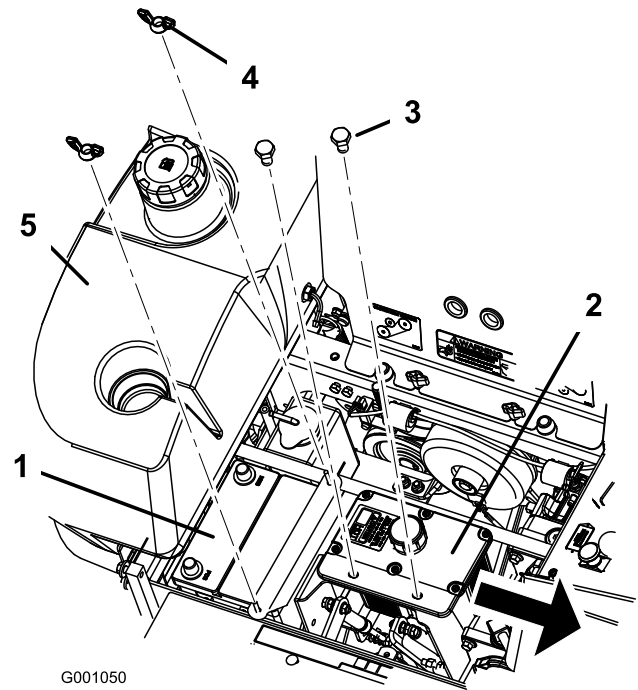

Figura 53
6. Retire ambas tuercas de orejeta (1/4 pulg.) que fijan la abrazadera de la batería (Figura 53).
7. Retire los dos pernos que sujetan el depósito de aceite hidráulico (Figura 53).
1. Coloque la batería en la bandeja, con los bornes frente al depósito de aceite hidráulico (Figura 53).
6. Fije la batería con pernos en J, brida y 2 arandelas (1/4 pulg.), y 2 tuercas de orejeta (1/4 pulg.) (Figura 53).